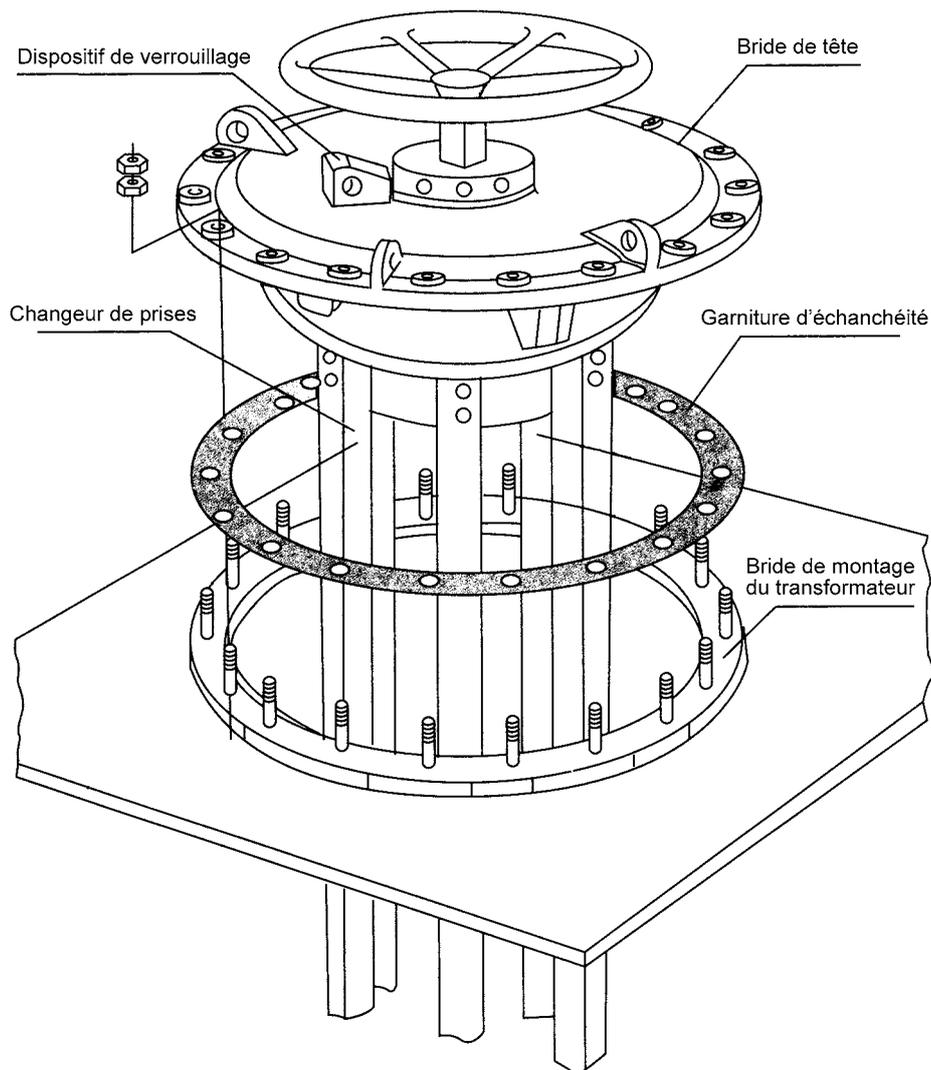

Fig.7 Plan de montage du W □ L dans le transformateur à cuve classique
8.2.1 Montage du W□L dans le transformateur à cuve classique(fig.7)